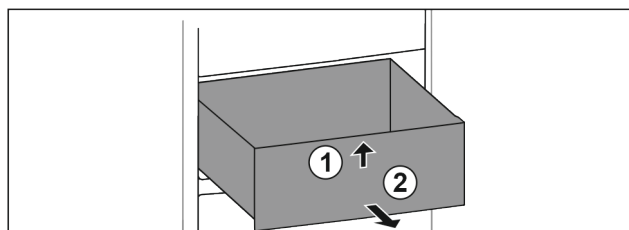

Fig. 81
- ▶ Lyft upp uttagsslåda framtill. Fig. 81 (1)
- ▶ Ta ut uttagsslåda genom att dra den framåt. Fig. 81 (2)